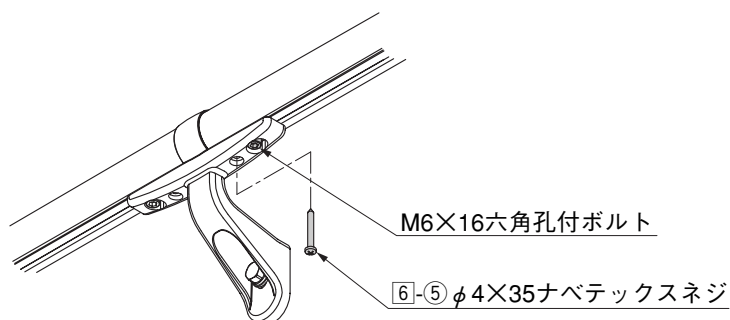

図2-1
- ① 壁付けストレートブラケットの残った孔2つのうち、どちらか取付けやすい方を選んで6-5を取付けてください。(図2-1参照)